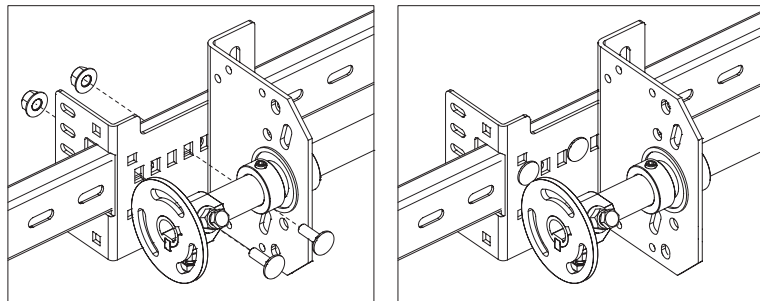

Рис.26.3
- поддерживая вал в горизонтальном положении, закрепить промежуточный суппорт к задней перемычке двумя болтами М8х25 (рис.26.3).